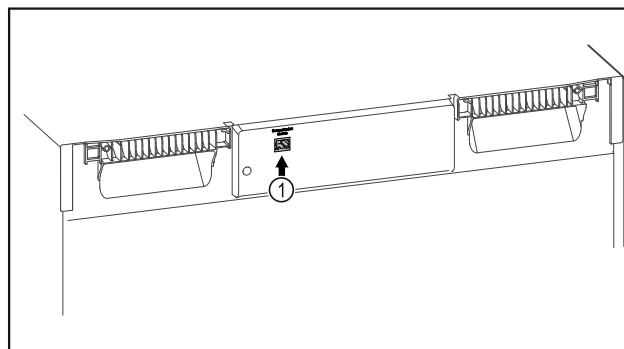

Fig. 153
- Se utiliza SmartModule Fig. 153 (1).